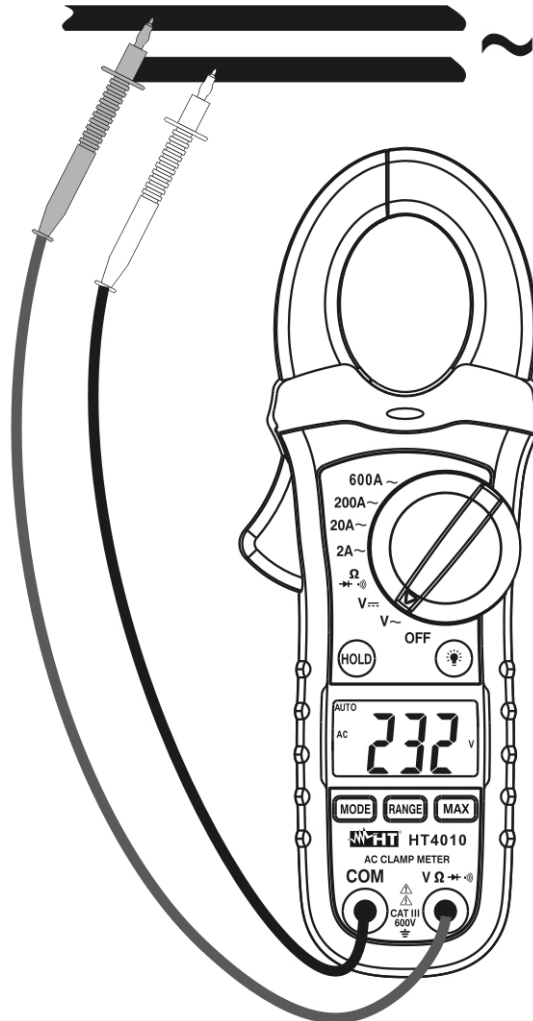

Fig. 3: Uso della pinza per misura di Tensione AC
4. Inserire il cavo rosso nel terminale di ingresso $V\Omega\rightarrow\leftarrow$) e il cavo nero nel terminale di ingresso **COM** (vedere Fig. 3)